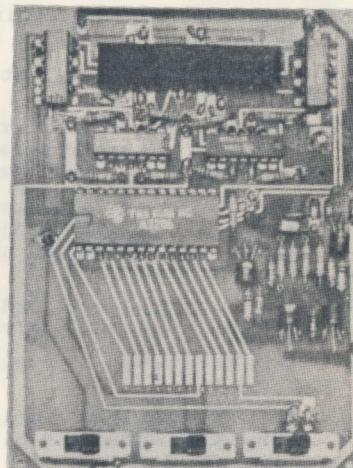

fig.10
- De to tantalkondensatorer monteres med plus den rigtige vej, efter Fig. 7, og de fire transistorer indmonteres efter Fig. 7 og Fig. 10. NB: På BF 342 er emitter i midten.
- Det integrerede kredsløb TMS Olo5 NC monteres derefter efter Fig. 8, og loddes på begge sider af printpladen med stor forsigtighed, men med varme lodninger. Husk at vende kredsløbet rigtigt. Se Fig. 10.